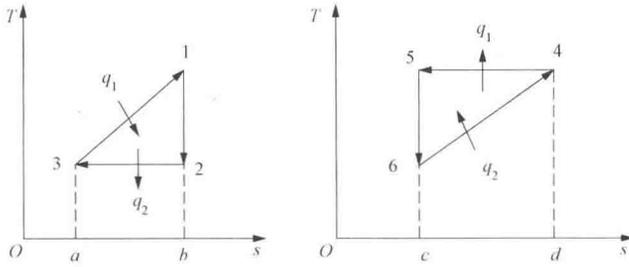

图 1-5 习题 1-8 附图
**1-8** 两个直角三角形循环的  $T$ - $s$  图如图 1-5 所示, 其中  $T_1 = 600\text{K}$ ,  $T_2 = T_3 = 300\text{K}$ ,  $T_4 = T_5 = 300\text{K}$ ,  $T_6 = 260\text{K}$ 。